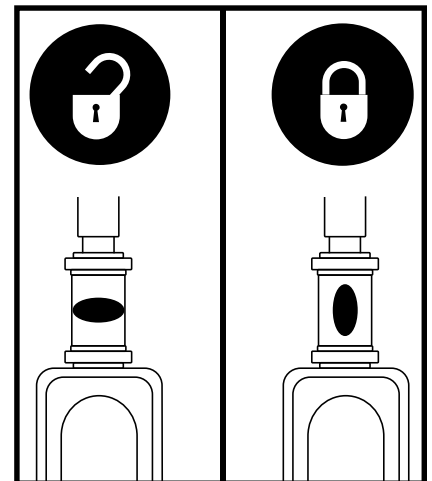

Abb.17. Lenkersicherungshebel
1. Schlüssel aus dem Schlüsselschalter entfernen und Justieren Sie den Lenker in eine gerade Position, indem Sie den Lenkersicherungshebel eindrücken und gleichzeitig 90° im Uhrzeigersinn drehen. **Siehe Abb. 17.** Das Vorderrad muß nach vorne gerichtet sein, um den Lenker festzustellen.
6. Entsichern Sie das Vorderrad, indem Sie den Lenkersicherungshebel 90° gegen den Uhrzeigersinn drehen. **Siehe Abb. 17.**